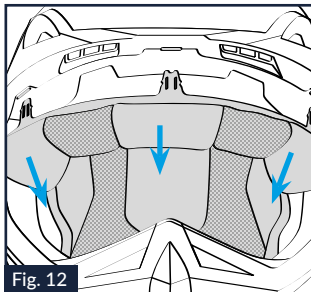

Fig. 12
8.2. Sganciare la linguetta frontale sinistra dal supporto fissato alla calotta interna al di sotto della guarnizione del bordo superiore della calotta tirando leggermente l'imbottitura di conforto verso l'interno del casco (Fig.12). Ripetere l'operazione anche con la linguetta frontale destra.